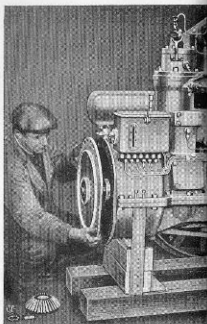

Fig. 36.
9. Tag bort stödlagerlocket (51, se fig. 36).